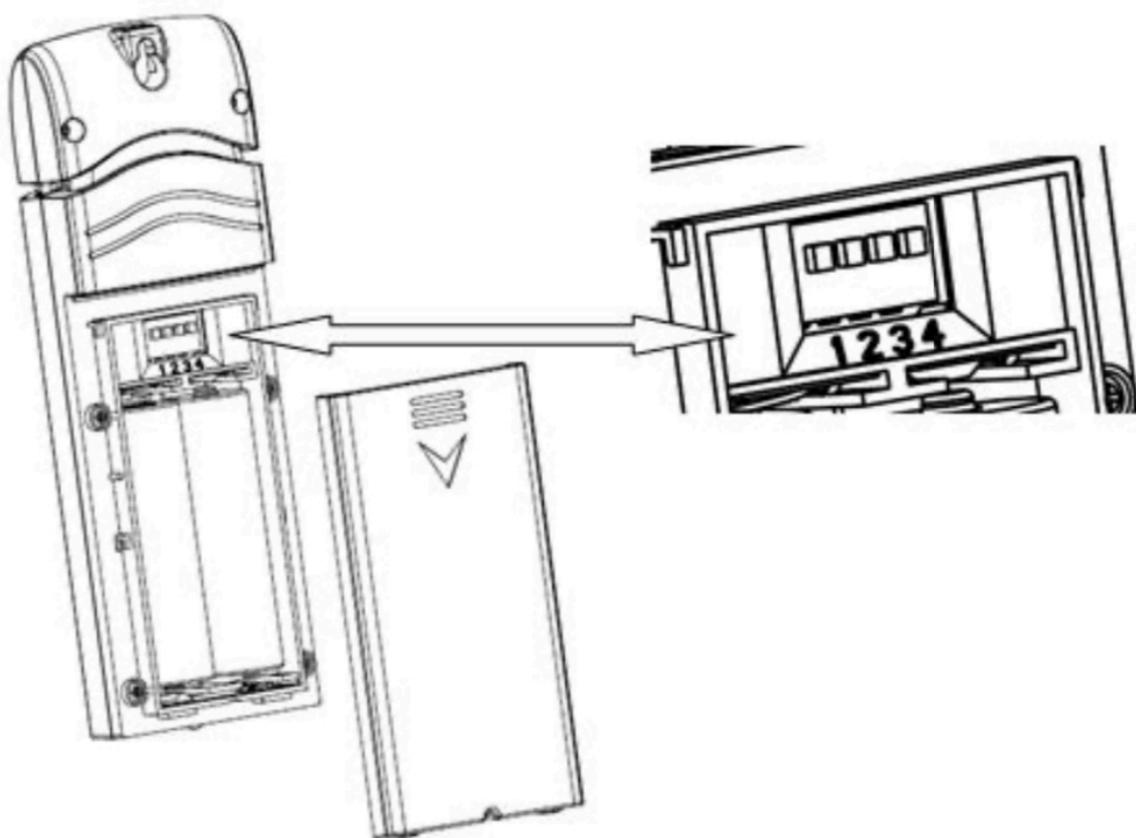

Figura 3: installazione delle batterie
1. Rimuovere lo sportello della batteria sul retro del trasmettitore o dei trasmettitori facendolo scorrere verso il basso, come mostrato nella Figura 3.
Unità di temperatura: per modificare le unità di misura della temperatura sul display del trasmettitore ($^{\circ}$ F rispetto a $^{\circ}$ C), modificare il Dip Switch 4, come indicato nella Figura 3.